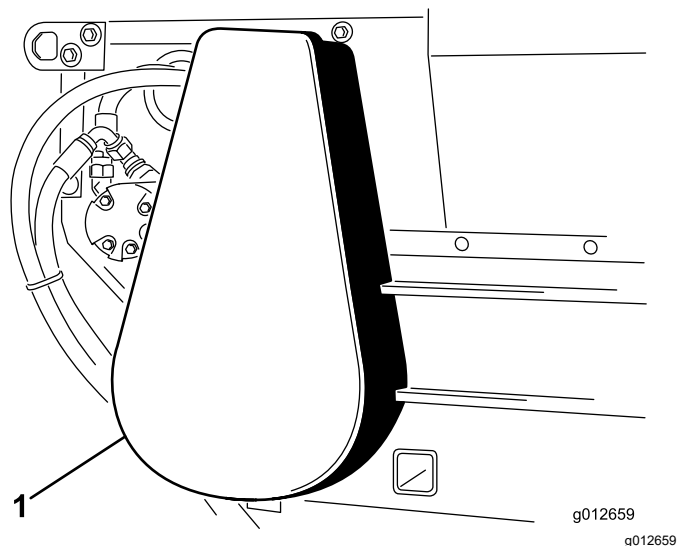

図 23
- チェーンカバーを取り外す 図 23。
6. チェーンカバーを取り付ける 図 23。